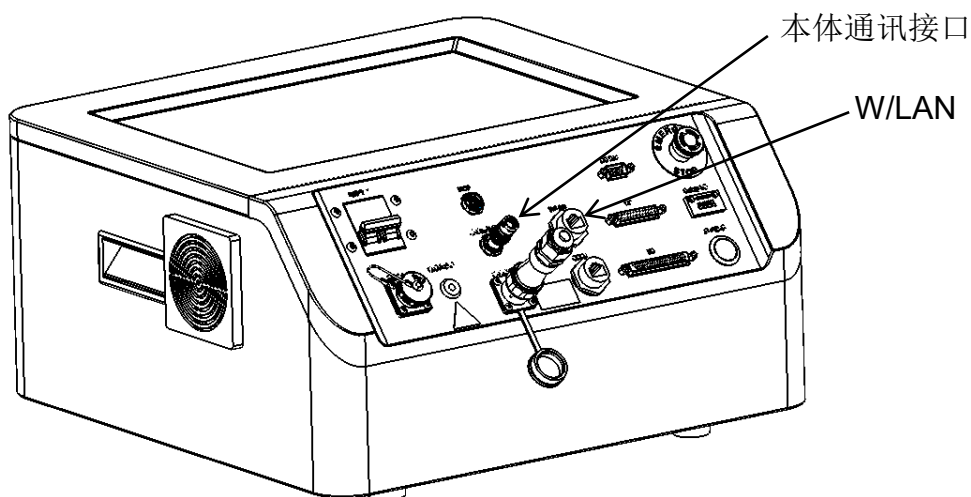

图 5-9 本体通讯接口及 W/LAN 接口示意图
**步骤2** “本体通讯线”航插的另一端插接到机器人控制柜的本体通讯接口处；航空插头为快插式，插接航空插头时，将航空插头外壳上的红点对准机器人本体通讯接口航空插座上的红点，手握航空插头插接到底，听到金属弹片回弹的声音“咔”，则表示已插接到位。控制柜本体通讯接口如图 5-9 所示。